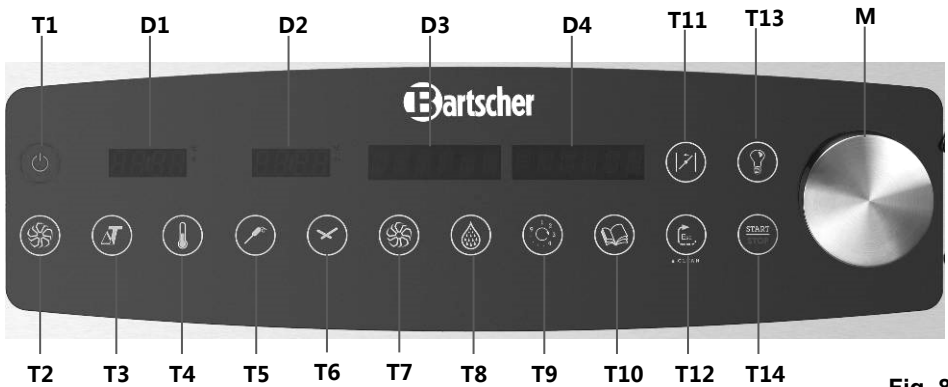

Fig. 8
- Encienda el aparato con el interruptor principal **T 1 (Fig. 8, pág. 134)**.
- Pulse la tecla **T14 (Fig. 8) „Start/Stop“**.
- Pulsando la tecla **T13 (Fig. 8)** se enciende la luz del horno. La luz se apagará automáticamente después de 45 segundos si no se ha apagado presionar de nuevo la tecla **T13**.